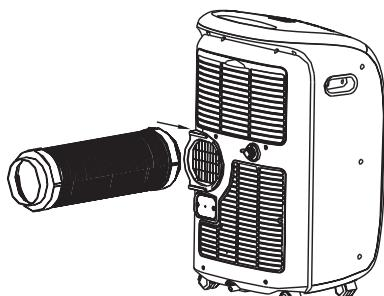

Fig. 18
2. Empuje la manguera de drenaje en la abertura de salida del aire en la dirección de la flecha. (Véase fig. 18).